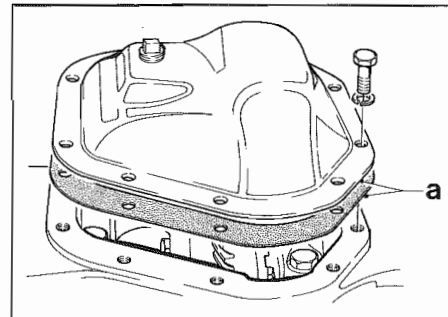

Fig. 31
2. Togliere il coperchio della scatola ponte e la guarnizione, che non deve più venire riutilizzata (A - Fig. 31).
2. Remove carrier cover and gasket - discard gasket (A - Fig. 31).